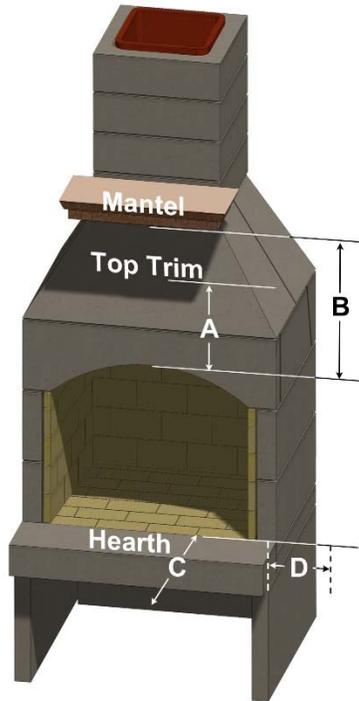

Figura 3. Espacios libres (Utilizar con la tabla 2)
**Tabla 2: Espacios libres (ver figura 3)**
Seleccione un lugar en los planos de la casa o en la zona de estar exterior en el que se puedan cumplir todas las distancias mínimas, como se muestra en la Tabla 2 y la Figura 3. Proceda de la siguiente manera. Los números en ( ) son números de posición de la Tabla 1 y la Figura